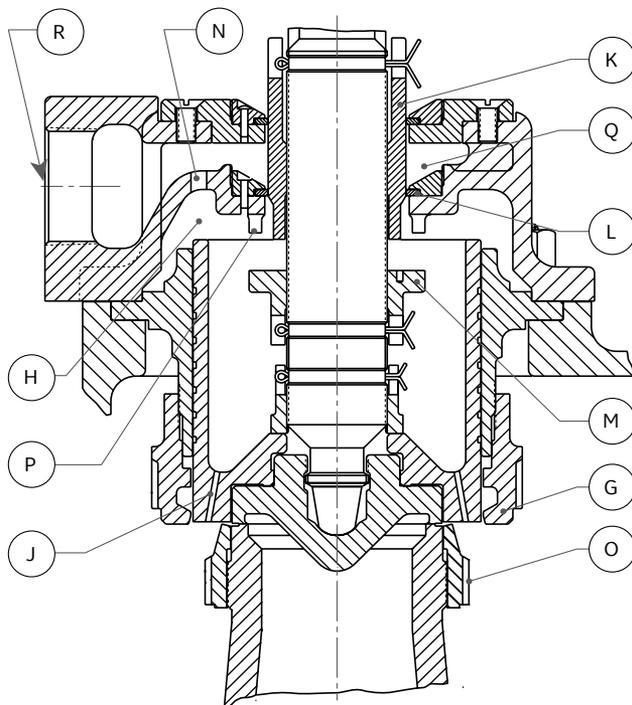
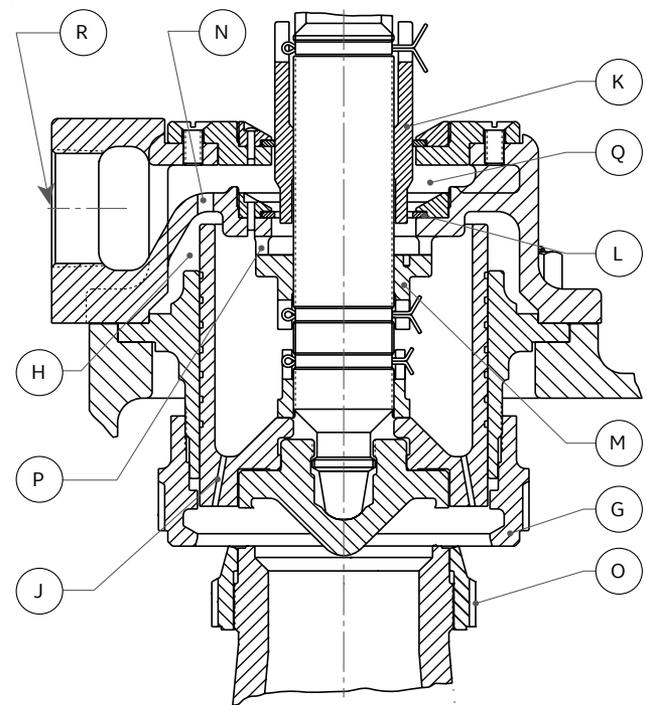

Figura 6: 100% de Elevação
Figura 7: Elevação Completa
Na Figura 6, 100% de elevação é obtido pela localização adequada dos anéis de ajuste superior e inferior (G) e (O), respectivamente. Quando a elevação completa é atingida, como na figura 7, o limitador de elevação (M) repousa contra a placa de cobertura (P) para eliminar a variação, deste modo adicionando estabilidade à válvula. Quando a válvula descarrega numa posição aberta, vapor